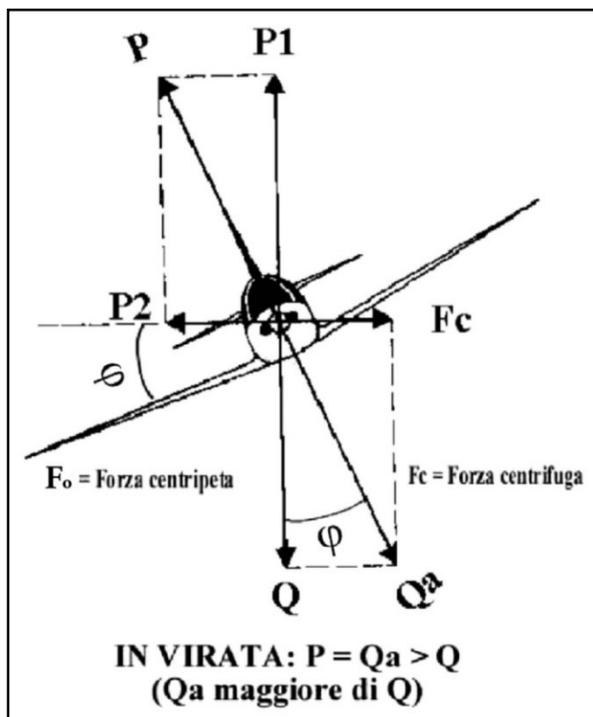

FIG. 79 - LE FORZE IN VIRATA
= Il **peso (Q)** e la **forza centrifuga (Fc)** danno per risultante una forza (uguale e contraria alla **portanza**) che prende il nome di **peso apparente (Qa)**. **FIG. 79**